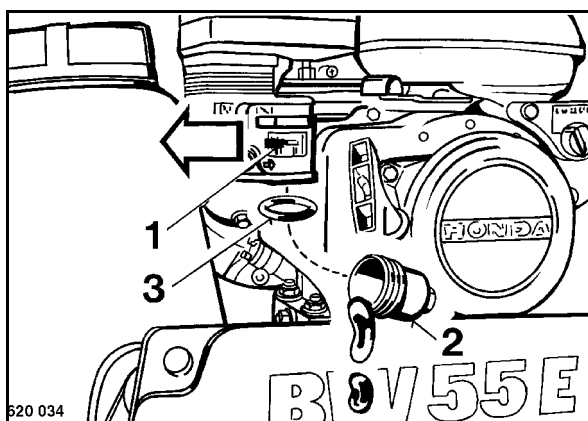

рис. 39
- Закрывать топливный кран 1 (рис. 39).
- Выкрутить фильтр осадка на дне бака (2) и промыть лигроином для химической чистки.
- Плотнo ввинтить фильтр осадка на дне бака с новым уплотнительным кольцом (3).